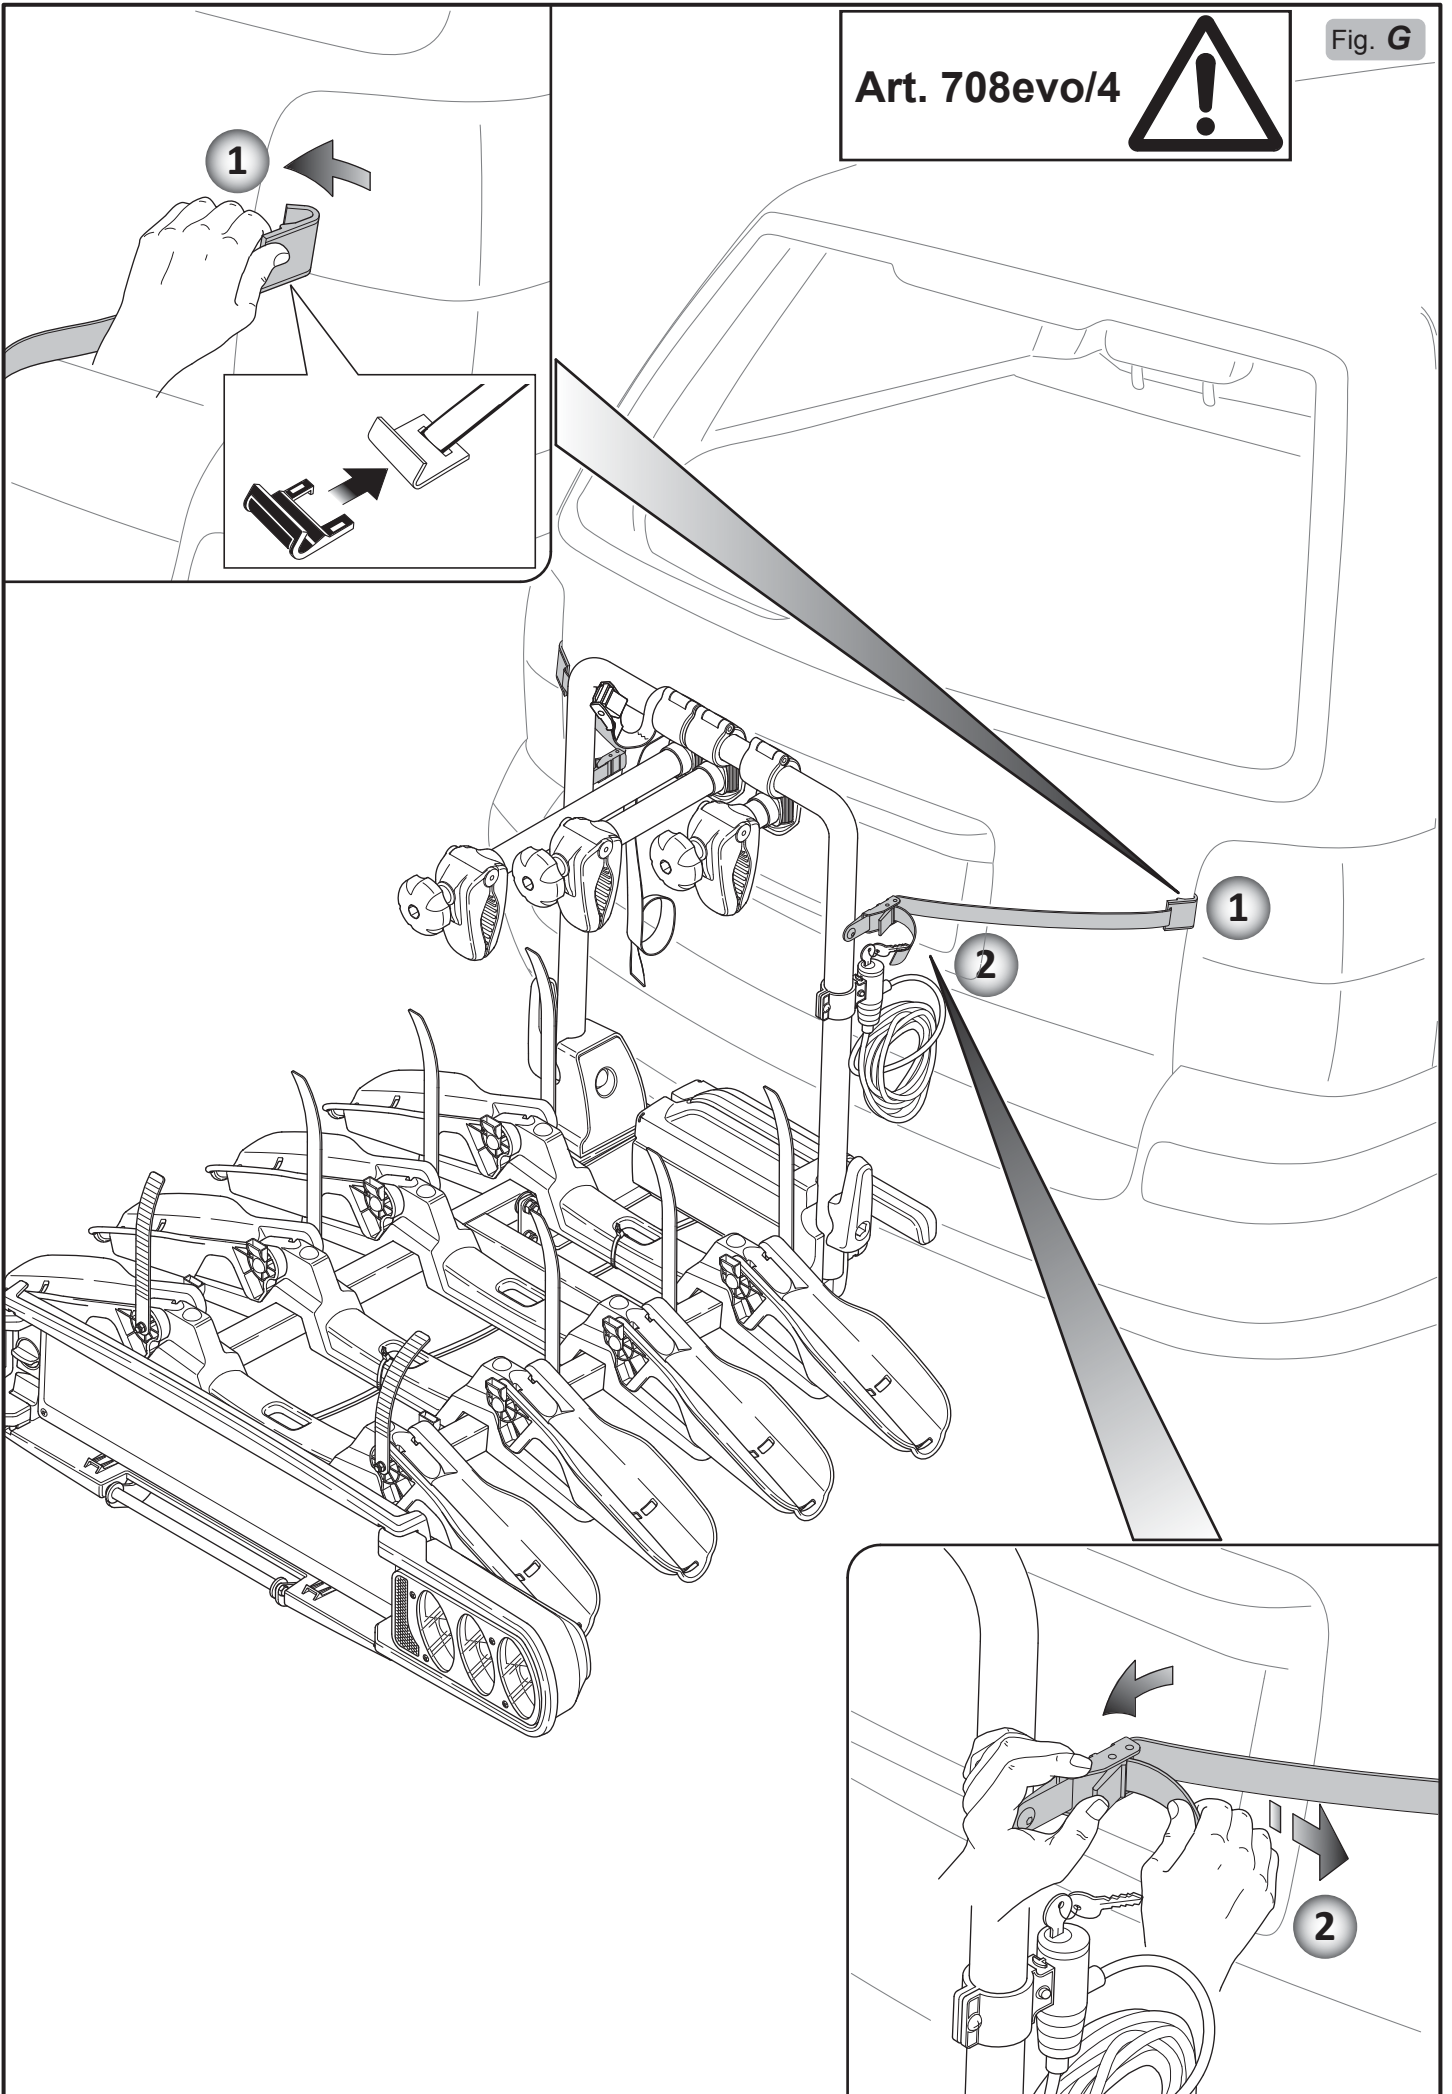

Fig. H3
**IMPORTANT:** For safe transportation of the load the bike carrier is supplied trap for tying es to the fixing arch . Check that the belt is mounted correctly by pulling on it (**4 Fig. H3**).
**WICHTIG:** Für den sicheren Transport der Last ist der Fahrradträger mit einem Riemen ausgestattet, mit dem alle Fahrräder am Befestigungsbügel festgezurt werden müssen. Vergewissern Sie sich durch ausreichendes Spannen des Riemens, dass dieser korrekt montiert ist (**4 Abb. H3**).